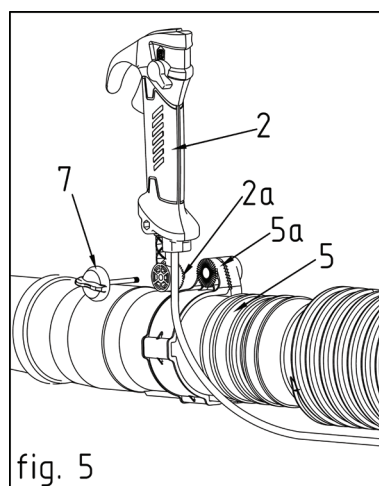

fig. 5
- Установите ручку управления (2) на зажимное кольцо (5a), а затем затяните ее с помощью фиксирующей ручки (7). (Рис. 5)